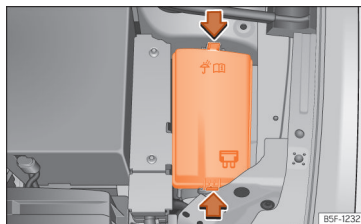

Abb. 216 Im Motorraum: Abdeckung des Sicherungskastens.
- Verriegelungstasten drücken, um die Abdeckung des Sicherungskastens »» » (Abb. 216) zu entriegeln.